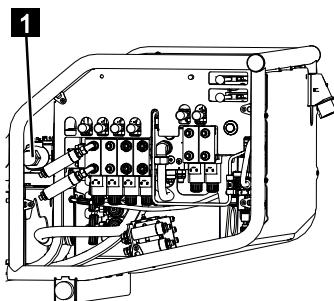

Abb. 173
7. Nach dem Notbetrieb das Ventil (Abb.173/1) gegen den Uhrzeigersinn entriegeln und die Abdeckhaube wieder anschrauben.